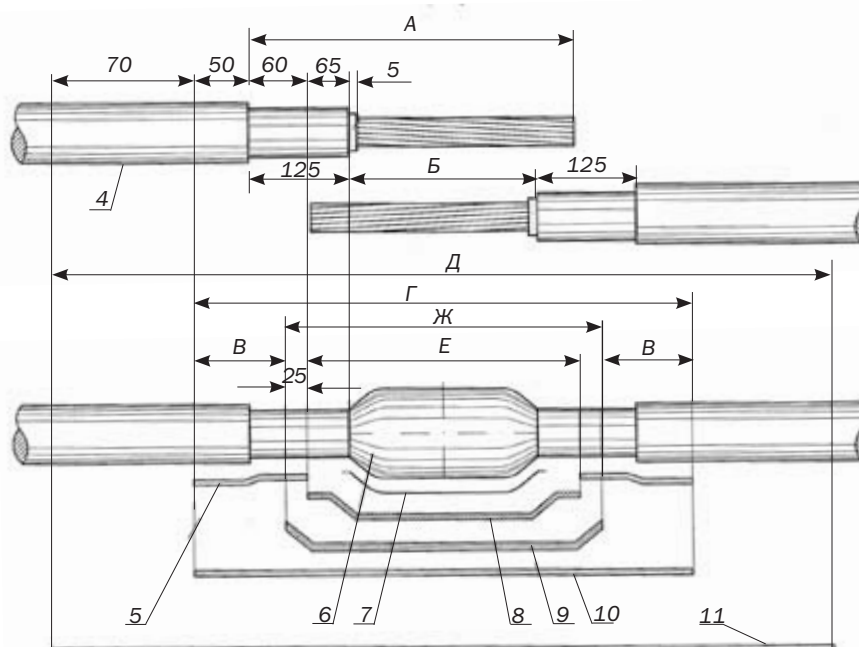

Рис. 1. - Разделка и монтаж кабелей без брони с покровами типа «Шп»:
2.1. Размеры разделки концов кабелей приведены в таблице 1. Разделка концов сращиваемых кабелей и места наложения расходных материалов показаны на рис. 1.